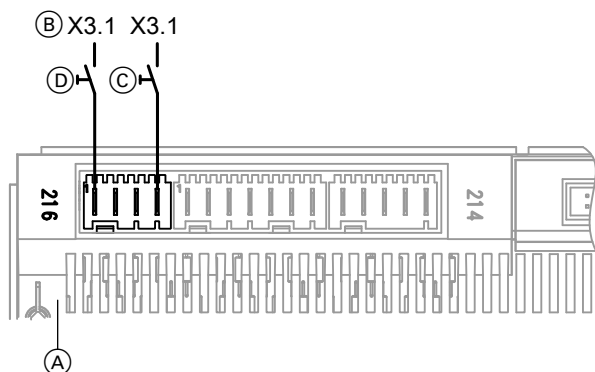

Abb. 40
- An der Wärmepumpenregelung gemäß Abb. 40